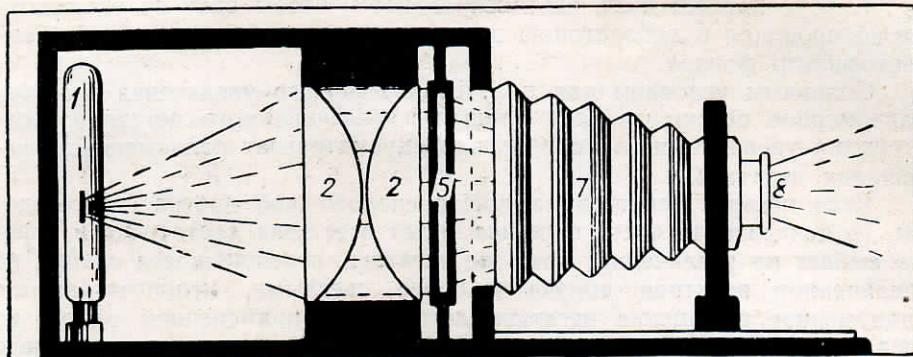

Рис. 81. Разрез конденсорного увеличителя
Применяемый в увеличительных приборах первого типа (рис. 81) конденсор состоит из двух больших плосковыпуклых линз, сложенных вместе выпуклыми сторонами; диаметр линз конденсора должен быть не менее диагонали увеличеваемого негатива: для 9×12 см — это 15 см, для $6,5 \times 9$ см — 11,5 см. Расстояние между конденсором и негативом — $1\frac{1}{2}$ —1 см; источник света помещается немного дальше главного фокуса конденсора. Конденсор собирает свет от точечного источника света и направляет его на негатив световым пучком, идущим далее через оптический центр объектива на экран.
- Обозначения на рис. 81, 82, 83: